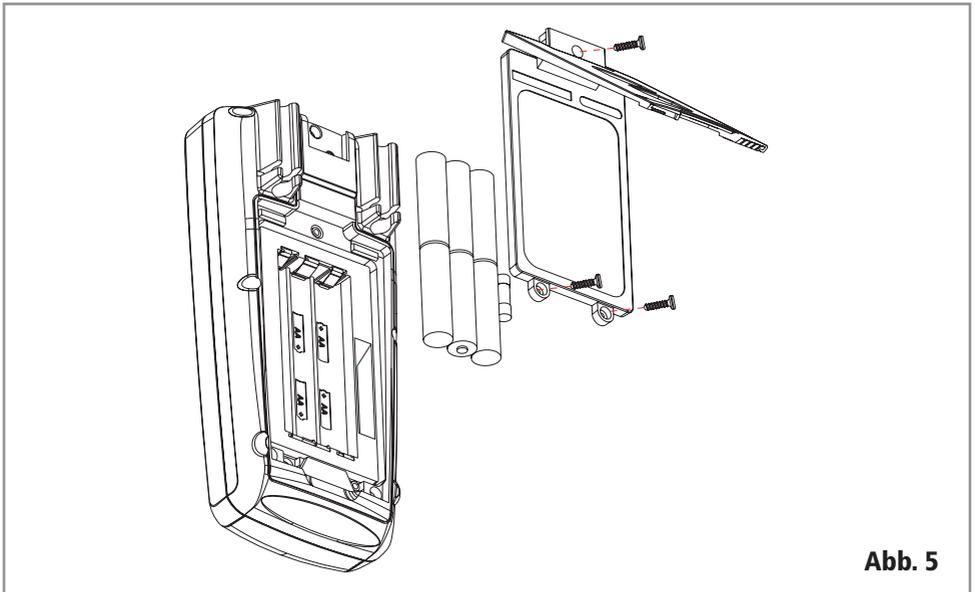

Abb. 5
- Klappen Sie den Ständer auf der Rückseite des Messgeräts auf und lösen Sie die drei Schrauben des Batteriefachdeckels (siehe Abb. 5).
- Legen Sie nun 6 neue Mignon-Batterien (AA) richtig herum in das Batteriefach (siehe Gravur im Batteriefach).